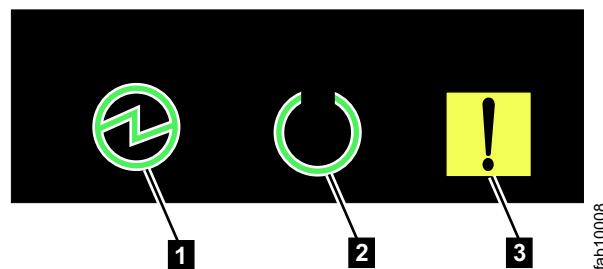

図 57. ノード・キャニスターの LED
2. コントロール・エンクロージャの背面から各ノード・キャニスター上の LED を確認します (図 57 を参照)。